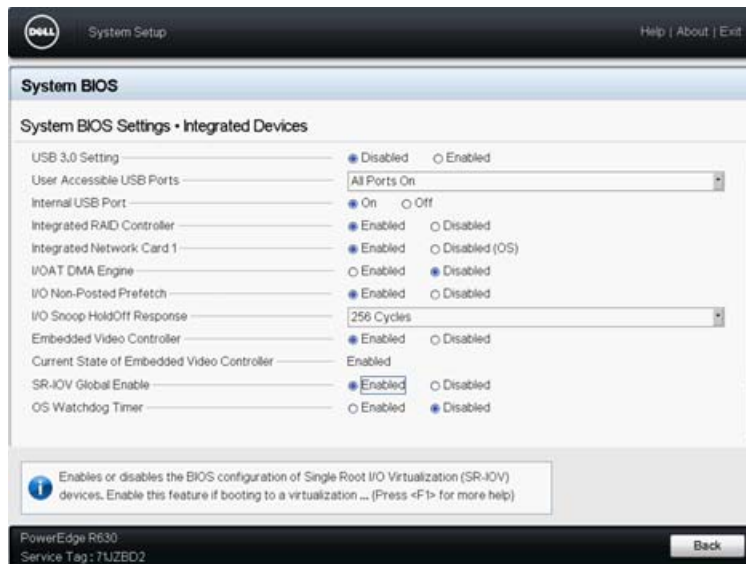

Figure 8-1. Configuration système pour SR-IOV : Périphériques intégrés
3. Sur la page Périphériques intégrés (Figure 8-1) :
3. Sur la page Périphériques intégrés du système (voir Figure 8-1 à la page 88) :